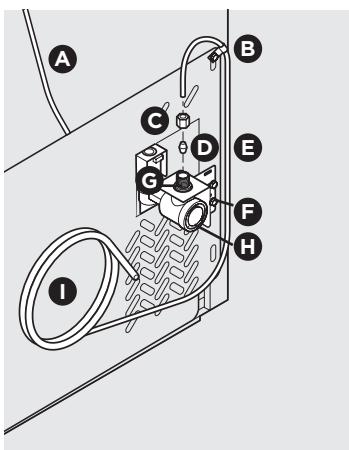
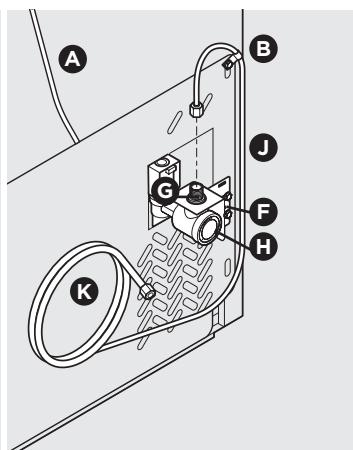

figura 17
figura 18
4. Si usa tubería de cobre: deslice la tuerca de compresión de bronce y luego el casquillo (manga) hacia la línea de suministro de agua. Empuje la línea de suministro de agua hacia la entrada de la válvula de agua lo más posible ( $\frac{1}{4}$ " / 6.4 mm). Deslice el casquillo (manga) en la entrada de la válvula y apriete con los dedos la tuerca de compresión en la válvula. Apriete otra media vuelta con una llave; NO apriete excesivamente. Vea la figura 17. Si usa tubería de acero inoxidable o de polilínea: la tuerca y el casquillo ya están montados en la tubería. Deslice la tuerca de compresión en la entrada de la válvula y apriete con los dedos la tuerca de compresión en la válvula. Apriete otra media vuelta con una llave; NO apriete excesivamente. Vea la figura 18.
6. Con la abrazadera de acero y el tornillo, asegure la línea de suministro de agua (tubería de cobre solamente) al panel posterior del refrigerador, como se muestra en la figura 17.
7. Enrolle la línea de suministro de agua en exceso (tubería de cobre solamente), aproximadamente  $2\frac{1}{2}$  vueltas, detrás del refrigerador como se indica en la figura 17; disponga el enrollado de modo que no vibre o se desgaste contra cualquier otra superficie.